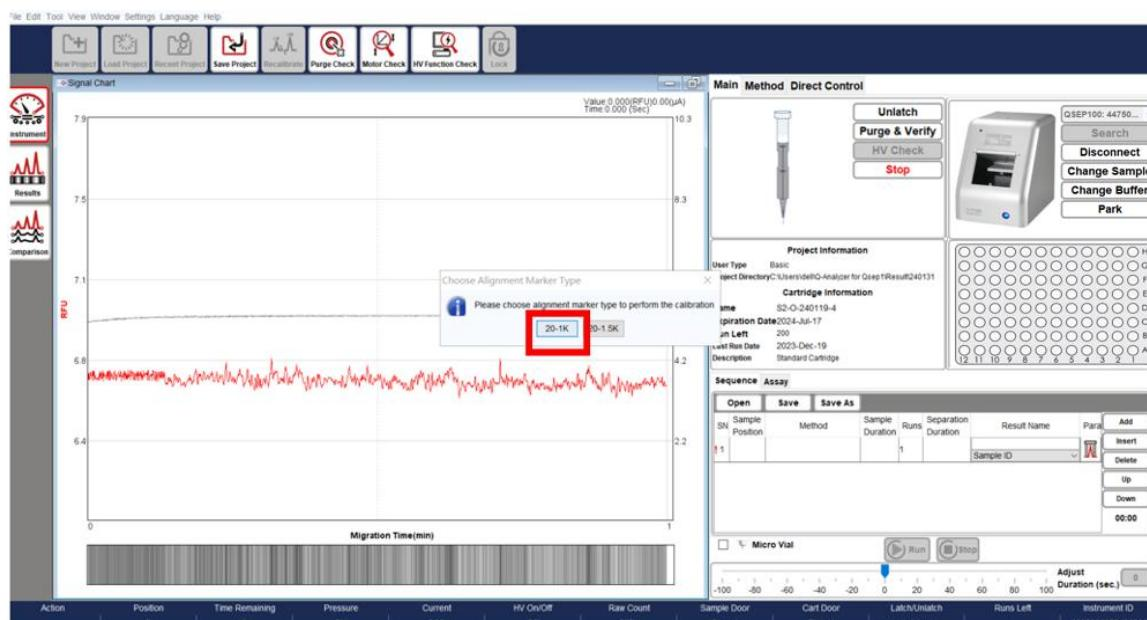
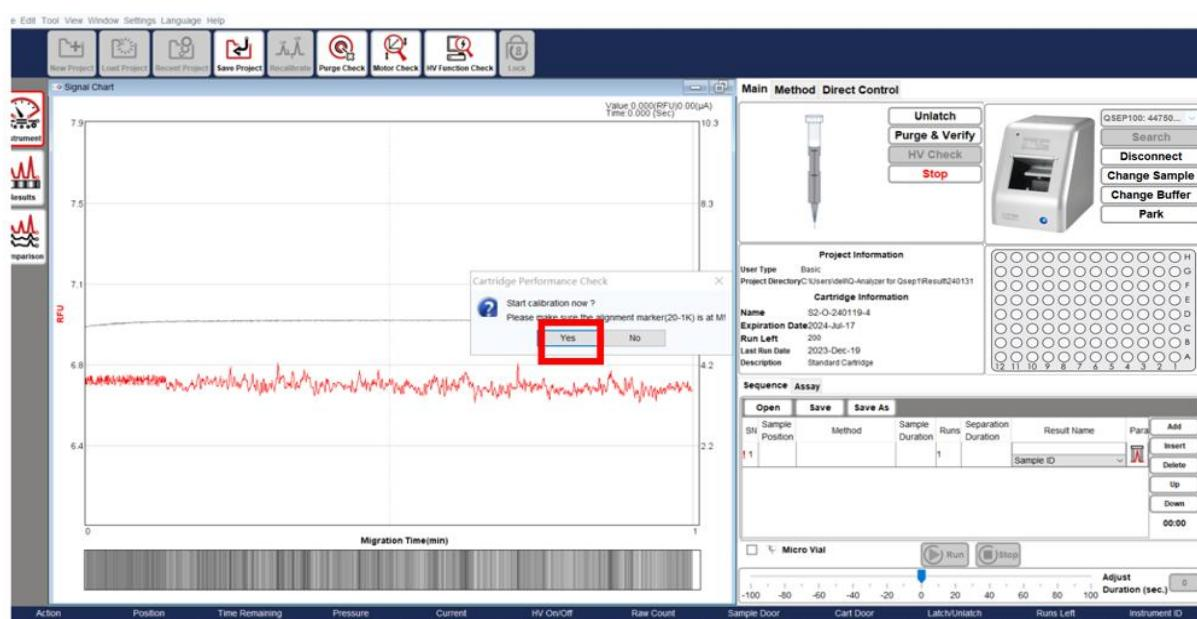
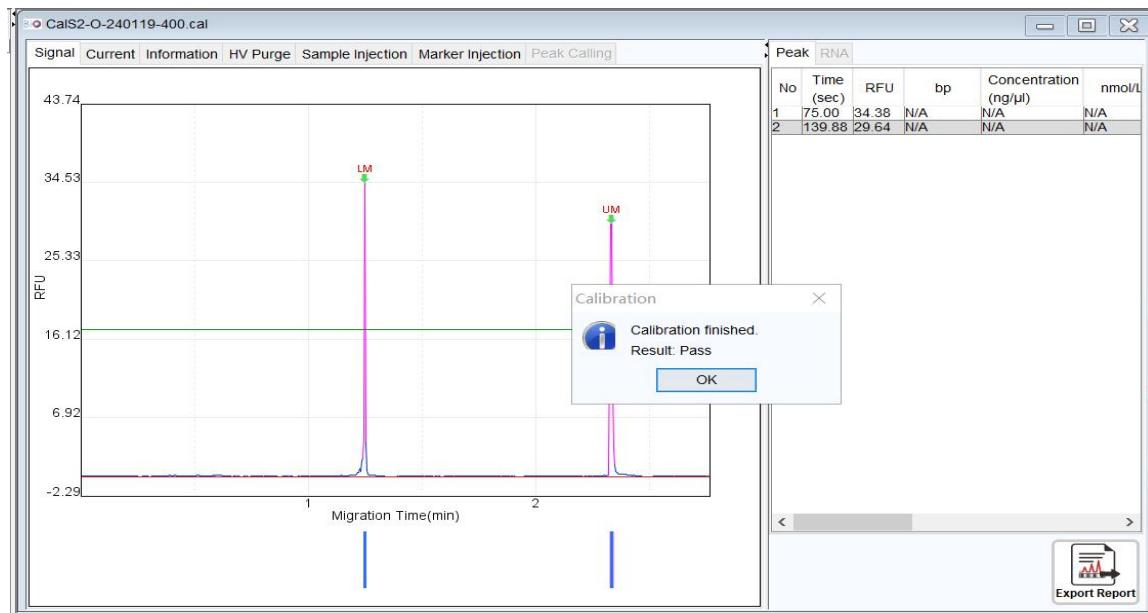
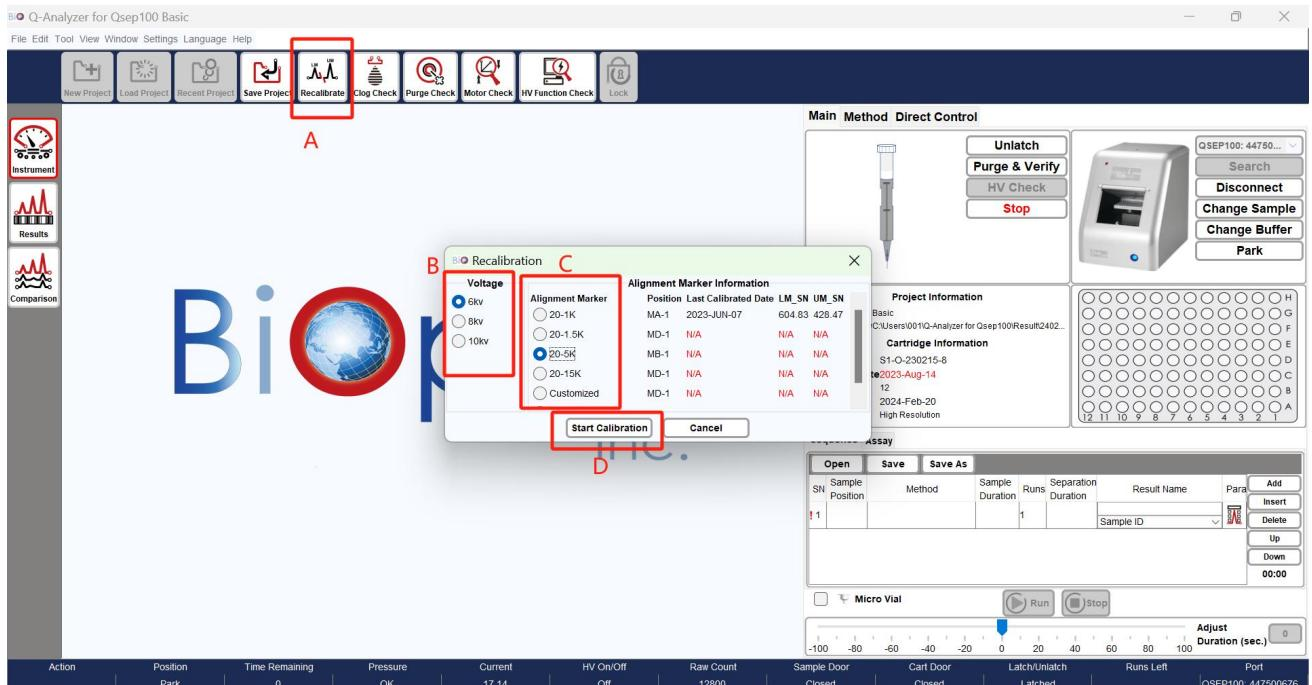

图 8 卡夹校准
图 9 是否确认 Alignment Marker 在 M1 位置
图 10 卡夹校准成功
图 11 旧卡夹校准
高压通胶检查 (HV check) 通过后，系统提示要进行卡夹校准，点击确定，然后点击红色的 **Calibrate**，会弹出 Start Calibrate 对话框，点击“是 (Y)”，选择 20-1K (图 8)，弹出 Cartridge Performance Check 是否确定 Alignment Marker 在 MA-1 孔，点击“Yes” (图 9)，在 8KV 电泳电压下进行新卡夹校准。卡夹校准成功后点击“OK” (图 10)。
b、若放入的是已用过的旧卡夹，则点击 Latch 后，点击 Recalibrate（图 11,A）进行重新校准，在弹出的选项框中选择合适的 Voltage（电压，一般为默认推荐电压）(图 11,B) 和 Alignment Marker 类型(图 11,C)，点击 Start Calibration (图 11,D)，校准完成时会弹出 Calibration 通过的窗口(图 10)，点击 OK。